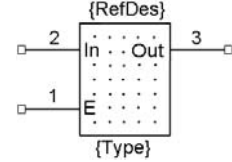

Рис. 6
- после: Place>Attribute>Component>RefDes установить поле: Text Style={PartStyle}, в поле Justification выбрать точку в центре, нажать Ok (курсор примет форму косо́го креста) и щелкнуть LB в точке 31,25/31,25 (рис. 6 – верхняя надпись).
- после: Place>Attribute>Component>Type установить: Text Style={PartStyle}, в поле Justification выбрать точку в центре, нажать Ok и щелкнуть LB в точке 31,25/8,25 – рис.6.